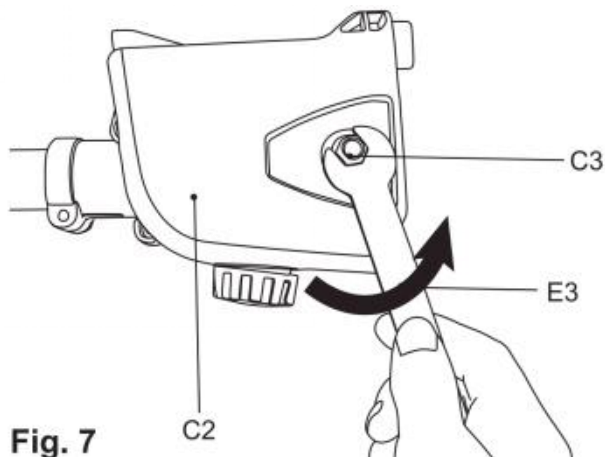

Fig. 7
- 3) Skruva loss fästmuttern (C3) moturs med monteringsnyckeln (E3) och ta sedan bort sidokåpan (C2). (Bild 7)